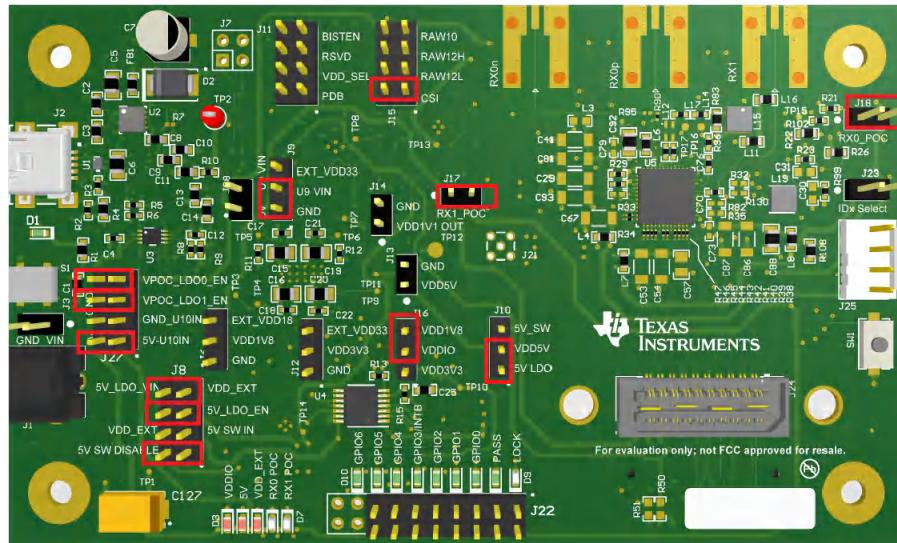

图 2-4. 突出显示了跳线的 DS90UB954-Q1EVM (或变体)
2. 确保 DS90UB954-Q1EVM (或变体) 配置了跳线和开关, 如图 2-4 所示。请参阅 DS90UB954-Q1EVM 用户指南 \(SNLU223\) 以了解更多详细信息。